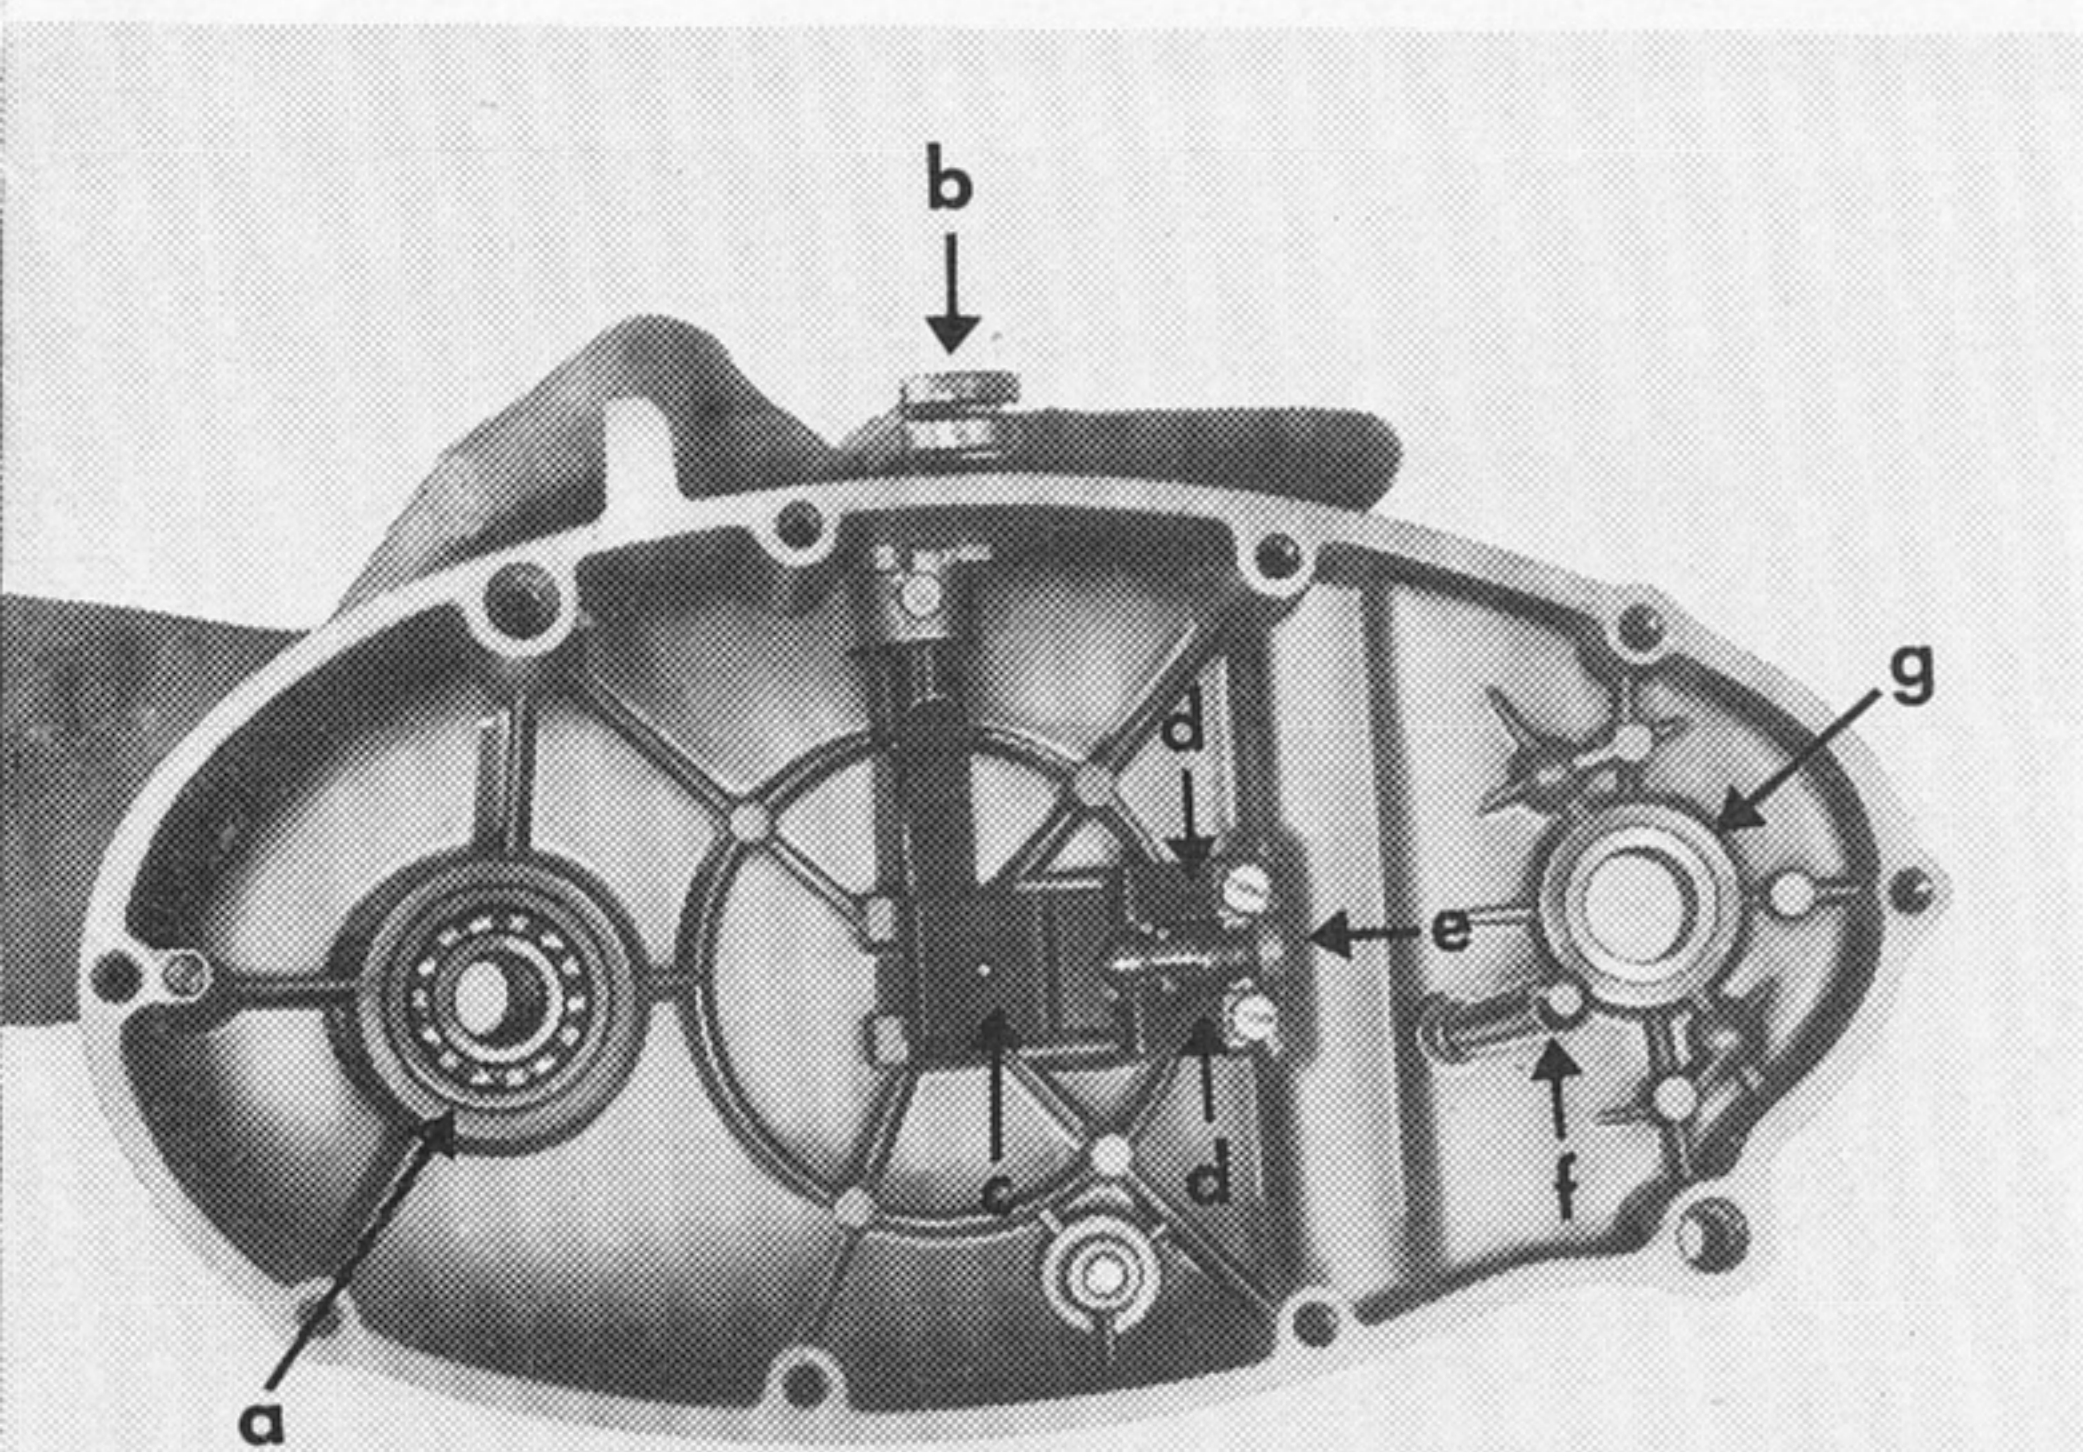

Bild 8
- g) 1 Büchse für Kickstarterwelle (Bild 8).